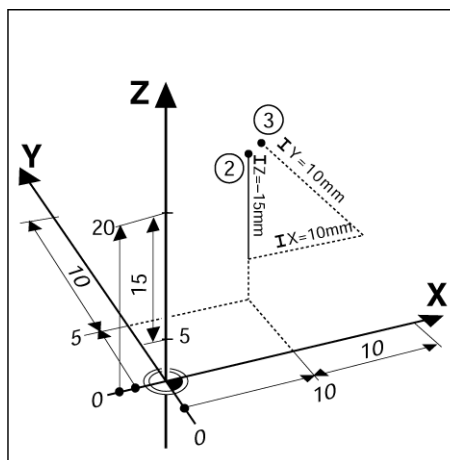

Рис. I.3 Точка 3 с координатами в приращениях
**Пример:** инкрементальные координаты точки **3** относительно точки **2**. Сммотри Рис. I.3